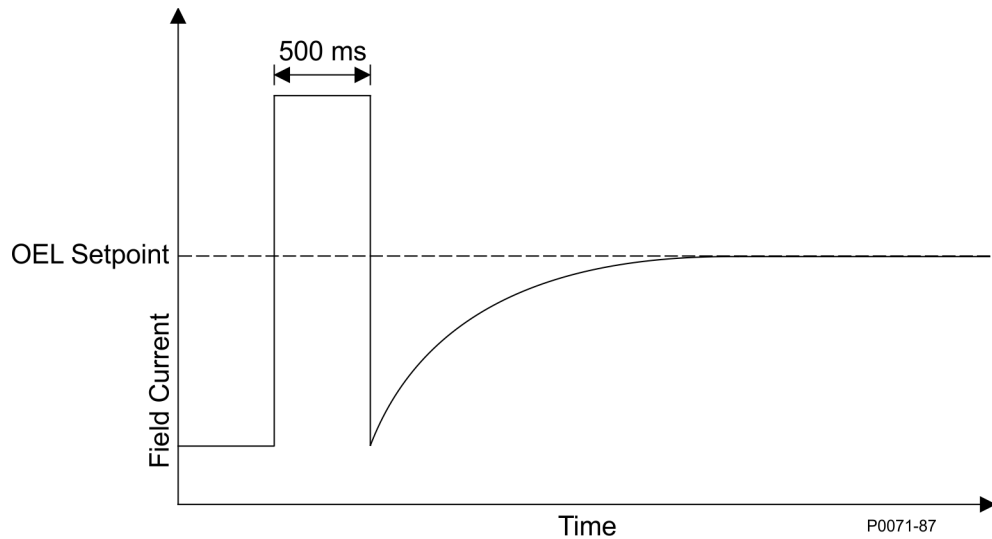

Figura 3-2. Curva caratteristica del tempo per OEL rilevamento
*OEL di rilevamento.* Quando viene utilizzata la limitazione della sovraeccitazione per rilevamento, il livello della corrente di campo in cui avviene la limitazione è determinato dal setpoint regolabile del livello di corrente. Se il livello della corrente di campo supera il setpoint regolabile del livello di corrente, si accendono gli indicatori di limitazione per sovraeccitazione sul pannello frontale e sul software BESTCOMS e la corrente di campo viene limitata e forzata in modo che segua la curva del tempo caratteristica. Vedere Figura 3-2.